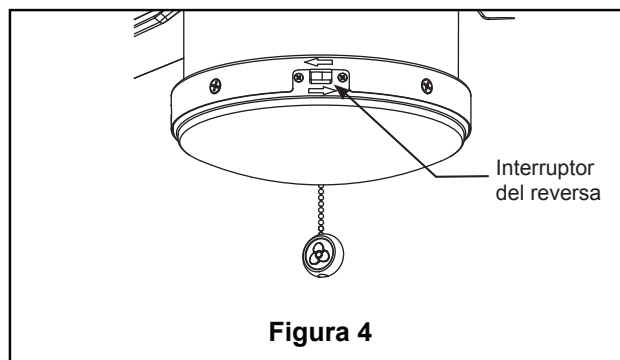

Figura 4
5. Fije el cable de seguridad al cable de soporte para techo. Deslice la abrazadera de cables por el cable de seguridad (del ventilador). Pase el extremo del cable a través del aro que forma el cable de soporte para techo. Tire lo más posible del cable a través del aro. Inserte el extremo del cable en el orificio de la abrazadera y ajuste firmemente el tornillo. (Figura 4)
4. Ensamble la unidad del cubierta de interruptor al carcasa de interruptor del soporte con tornillos retirados previamente. (Figura 4)
4. Si desea que el flujo de aire se desplace en la dirección opuesta, apague el ventilador y espere a que las aspas se detengan. Luego deslice el conmutador inversor a la posición contraria y vuelva a encender el ventilador. (Figura 4)